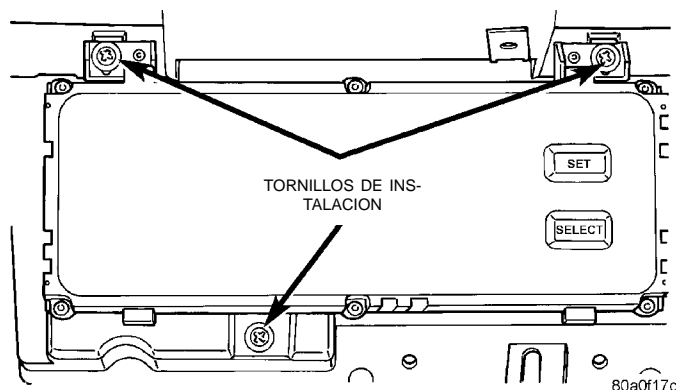

Fig. 12 Desmontaje/instalación del módulo de visualización gráfica y del Centro de información del vehículo
(1) Retire el módulo de guantera como se describe en este grupo.
(2) Retire los tres tornillos que aseguran el Módulo de visualización gráfica (GDM) o el Centro de información del vehículo (VIC) a la armadura del tablero de instrumentos (Fig. 12).
(3) Extraiga la unidad de GDM o de VIC del tablero de instrumentos, lo suficiente como para desenchufar el conector del mazo de cables.
(4) Retire el GDM o el VIC del tablero de instrumentos.
(5) Para la instalación, invierta los procedimientos de desmontaje.